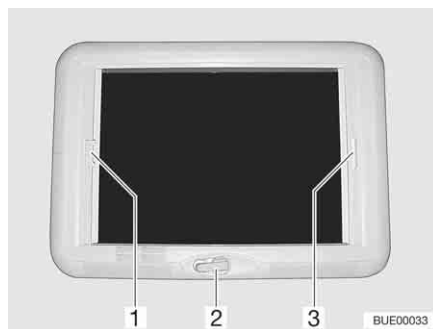

Fig. 99 Lanterneau à manivelle
- Tourner la manivelle (Fig. 99,2) jusqu'à ressentir une résistance.
- Tirer la poignée du dispositif occultant plissé (Fig. 99,3) et le relâcher lorsqu'il a atteint la position voulue. Le dispositif occultant plissé reste alors à cette position.
- Tirer sur la poignée (Fig. 99,1) de la moustiquaire jusqu'à toucher la poignée du dispositif occultant plissé (Fig. 99,3) située vis-à-vis et la faire s'enclencher.
- Appuyer sur la poignée de la moustiquaire (Fig. 99,1) vers l'arrière et le haut et décrocher la moustiquaire du dispositif occultant plissé (Fig. 99,3).